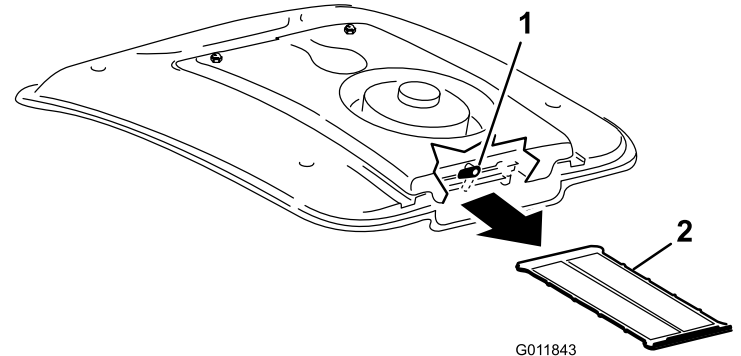

Bild 92
2. Drehen Sie den Riegel hinten an der Lüfterbefestigung zur Seite (Bild 92).
3. Schieben Sie das Klimaanlagegitter unter der Klimaanlage-spule heraus (Bild 92).
4. Reinigen Sie das Gitter gründlich mit Druckluft (Bild 92).